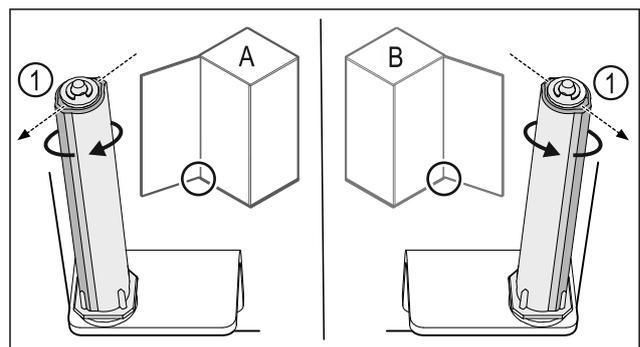

Fig. 50 Ľavý doraz (A)/pravý doraz (B)
- ▶ Otáčajte systém zatvárania proti odporu, kým nebude mostík systému zatvárania Fig. 50 (1) ukazovať von.